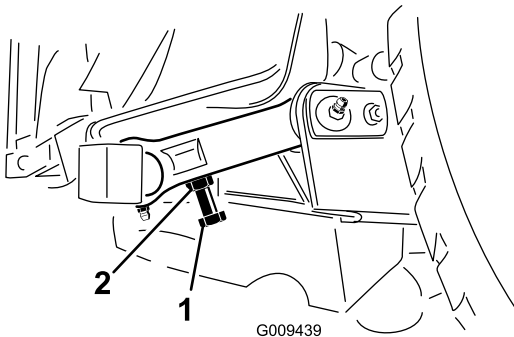

Figura 29
3. Para ajustar la distancia, localice el perno de ajuste del acoplamiento basculante trasero de la unidad de corte (Figura 29). Afloje la contratuerca del perno de ajuste. Afloje o apriete los pernos de ajuste hasta obtener una holgura de 10–16 mm, luego apriete la contratuerca.